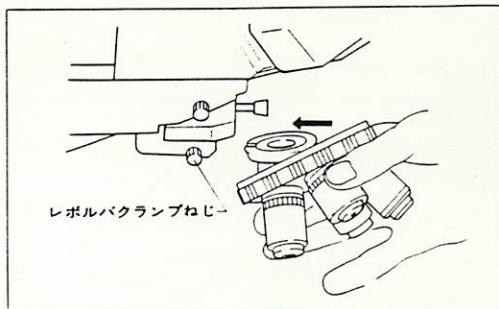

図 9
- 3) 次に対物レンズの取り付いたレボルバを図9のように、中間鏡筒のレボ受けに水平に押し